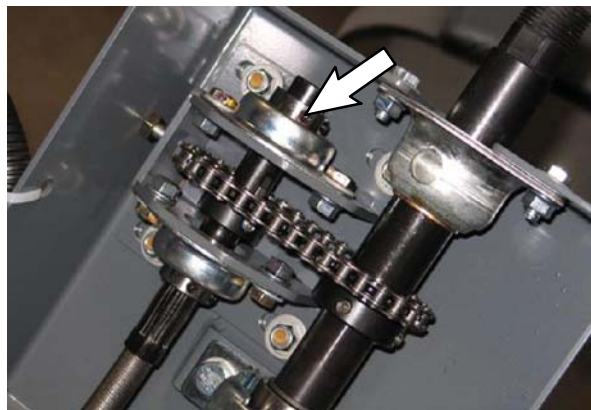
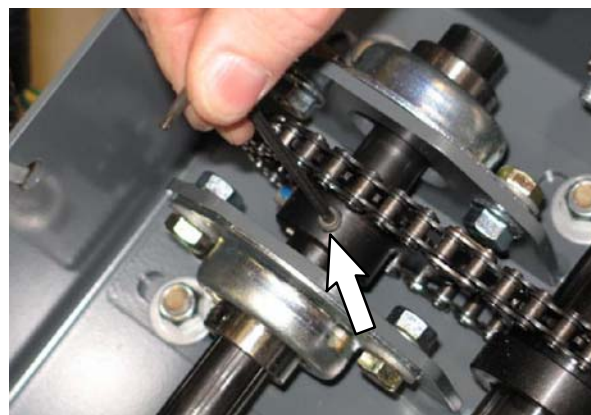
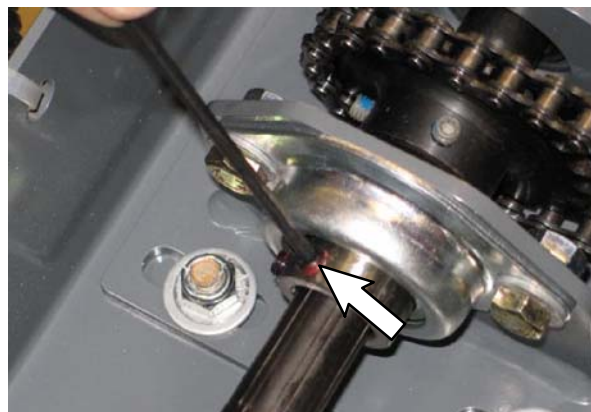

FIG. 21
FIG. 22
FIG. 23
19. Afloje los seis tornillos de fijación en el rodamiento con brida superior, piñón de dirección y rodamiento con brida inferior. (Fig. 21 / Fig. 22 / Fig. 23)